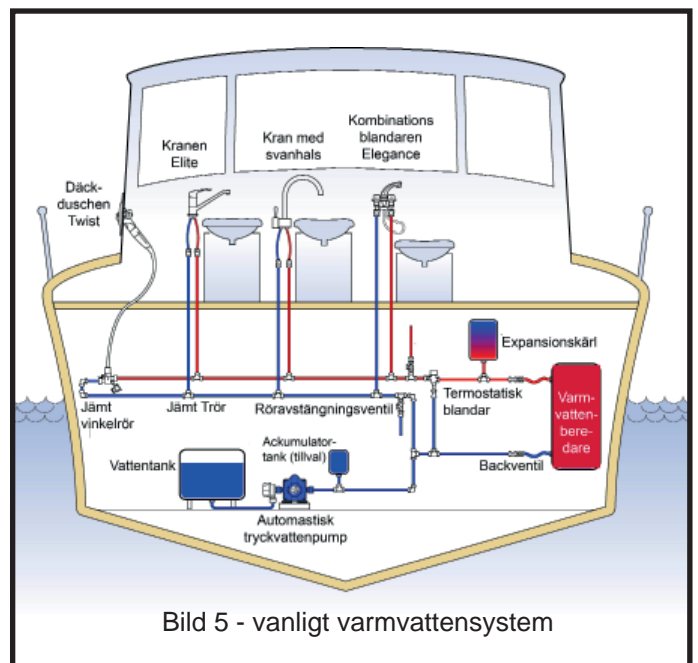

Bild 5 - vanligt varmvattensystem
- Termostatblandarventilen kan installeras antingen på varje utlopp eller som central kontrollenhet i ett varmvattensystem. (Se bild 5).